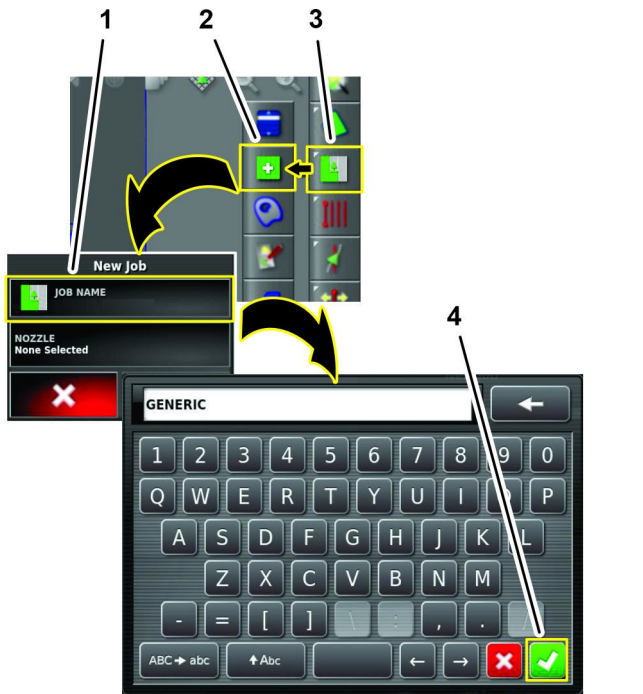

Figure 236
- Appuyez sur l'icône Menu des tâches, puis sur l'icône CRÉER UNE NOUVELLE TÂCHE (Figure 236).
- Saisissez un nom pour la tâche générique sur le clavier virtuel, puis appuyez sur l'icône de confirmation (Figure 236).